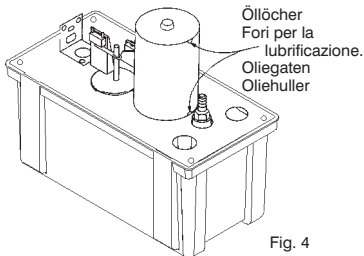

Fig. 4
2. Lubrificare il motore all'inizio della stagione d'uso del condizionatore d'aria. Impiegare olio non detergente SAE 10 o 20. Non esagerare nella lubrificazione. (Fig. 4)
2. Olie de motor aan het begin van elk airconditioning-seizoen. Gebruik SAE No. 10 of 20 olie die geen reinigingsmiddel bevat. Olie niet te veel. (Fig. 4)